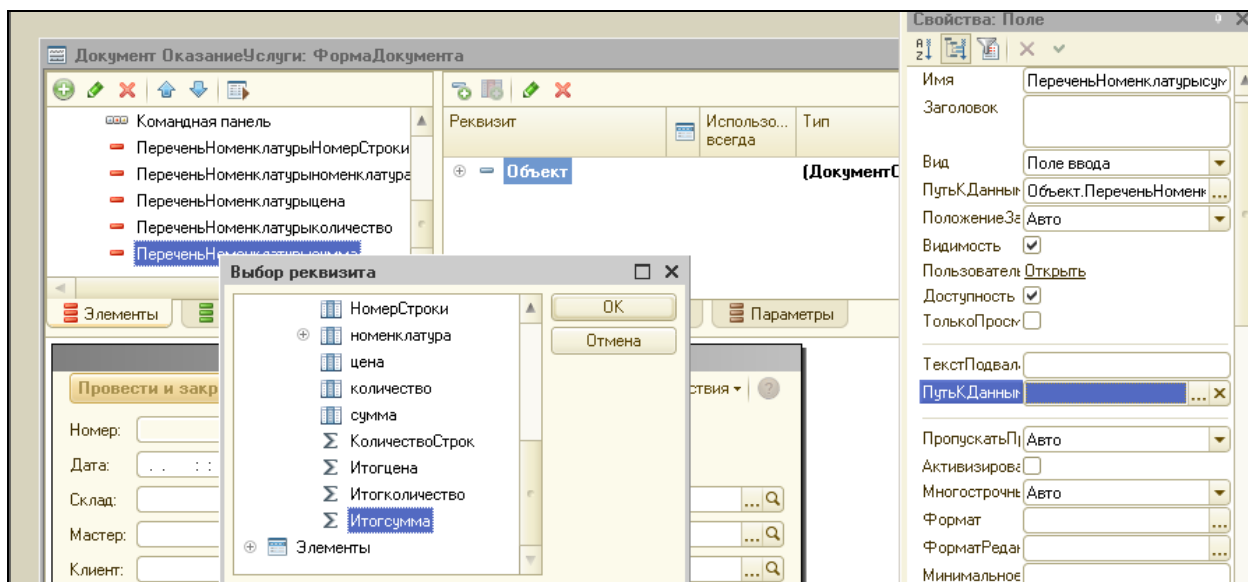

Рисунок 2.30 Настройка реквизита ИтогоСумма
5. Для того чтобы отображался итог по сумме в подвале нажать на кнопку выбора в поле **ПутьКДаннымПодвала**. Раскрыть дерево реквизитов объекта и выбрать элемент **ИтогСумма** (рис. 2.30).